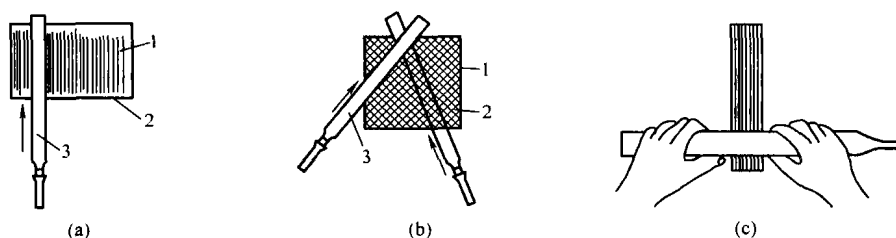

图 1-7 平面锉削的三种方法
(1) 平面锉削法。平面锉削有三种方法, 如图 1-7 所示。